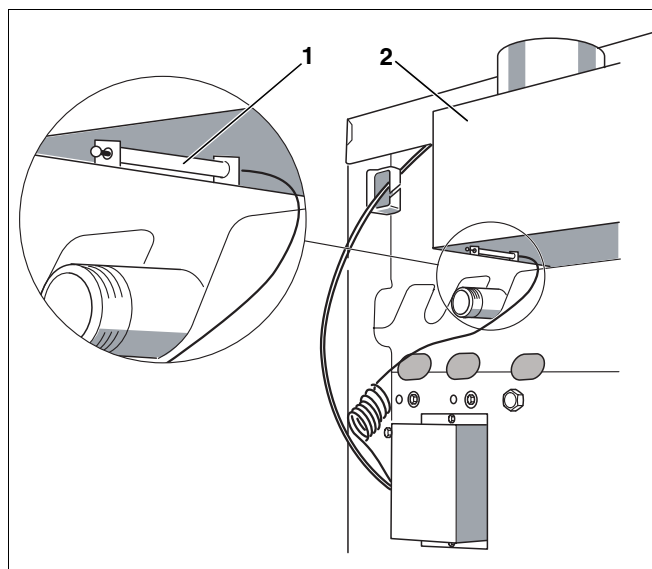

Abb. 31 Abgasüberwachung AW 50 überprüfen
- Abgastemperaturfühler von der Strömungssicherung (Abb. 31, **Pos. 2**) abschrauben.
- Spitze des Abgastemperaturfühlers (Abb. 31, **Pos. 1**) bei laufendem Brenner in den Kern des Abgasstromes halten.